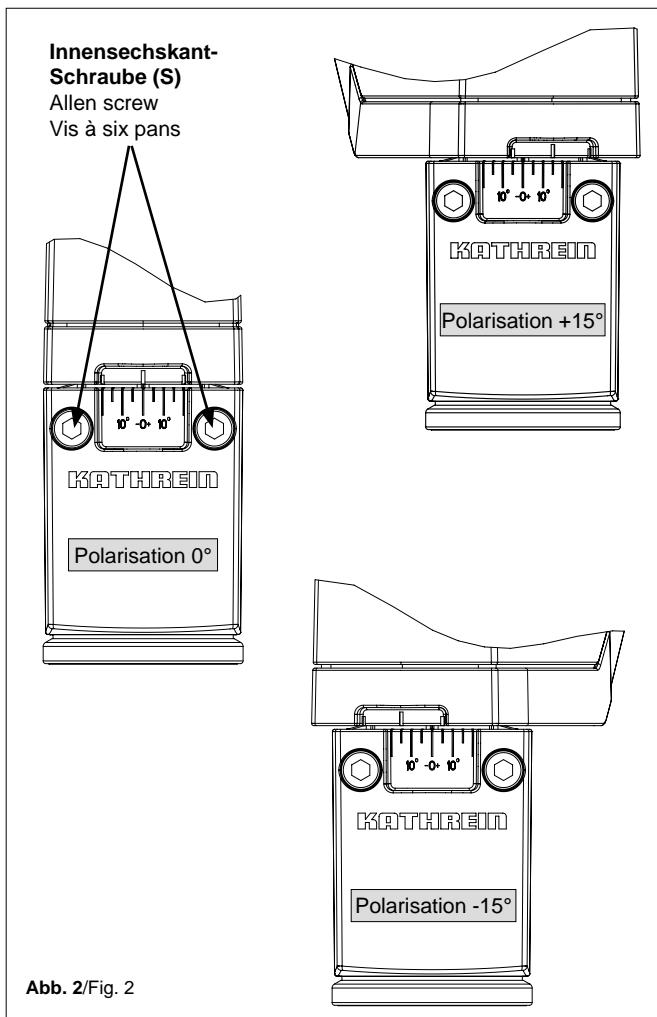

Abb. 2/Fig. 2
Polarisations-Voreinstellung (Abb. 2)
1. Beide Innensechskantschrauben (S) lockern.
2. Durch Drehen des Speisesystems die Referenzmarke auf den Wert lt. Polarisations-Voreinstellungs-Tabelle einstellen (siehe Abb. 2)
3. Die Innensechskantschrauben (S) gleichmäßig im Wechsel festziehen. Anzugsdrehmoment: Max. 4,5 Nm
Setting the polarisation (Fig. 2)
1. Loosen both Allen screws (S).
2. Turn the feed system to set the reference mark to the value given in the polarisation pre-setting table. (see fig. 2)
3. Tighten the Allen screws (S) evenly, alternating between both. Torque: max. 4.5 Nm
Ajustage de la polarisation (Fig. 2)
1. Desserrer les deux vis à six pans creux (S).
2. Tourner le système d'alimentation pour régler le repère de référence sur la valeur indiquée dans le tableau de préréglage de la polarisation (voir la fig. 2)
3. Serrer les vis à six pans creux (S) de manière homogène en alternance. Couple de serrage : maxi. 4,5 Nm